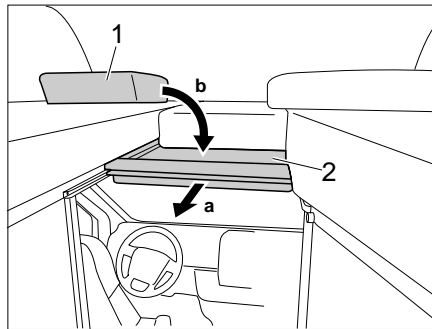

Bild 57 Fahrerhausabtrennung
- Bettunterbau (Bild 57,2) am Griff nach vorne ziehen.
- Polster (Bild 57,1) auf Bettunterbau legen.
- Polster (Bild 57,1) zur Seite legen
- Bettunterbau (Bild 57,2) nach hinten schieben.